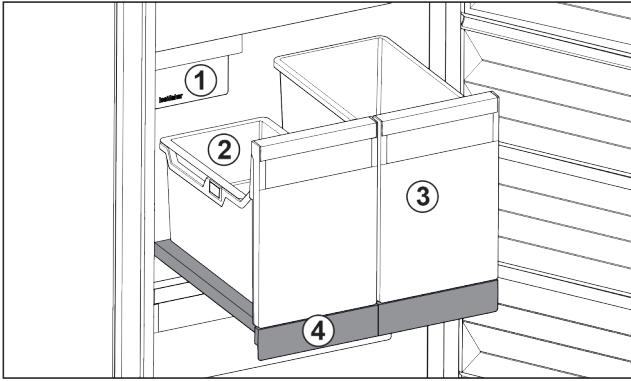

Fig. 138 Kihúzható rács IceTower egységgel
A kihúzható rácson két magas tároló van kialakítva (IceTower). A tárolóban Fig. 138 (2) gyűlnek össze és tárolhatók az IceMaker által készített jégkockák. A tároló Fig. 138 (3) magas élelmiszerek tárolására alkalmas, például pizza vagy az alkoholos ital tehető bele.